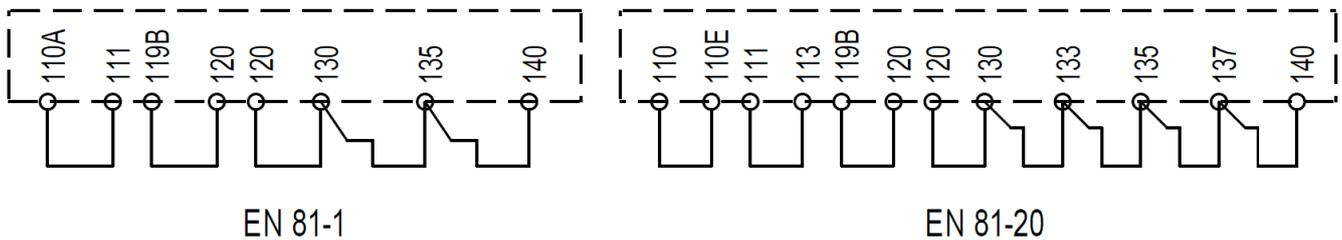

Figure-6 : Pontage de circuit de sécurité
- Retirer le pontage effectué aux bornes 110-140 du circuit de sécurité (Voir Figure-6).